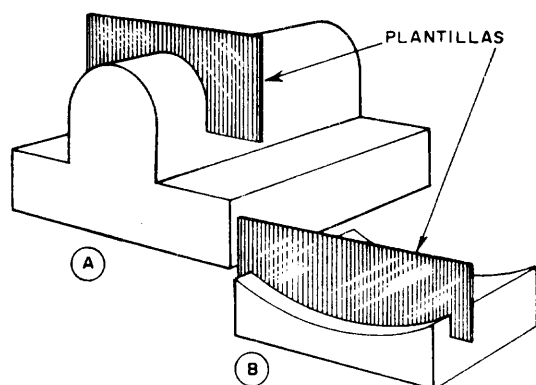

Fig. 4
- d Verifique, con una plantilla u otro instrumento, si se está procediendo en forma correcta (fig. 4 - A y B).